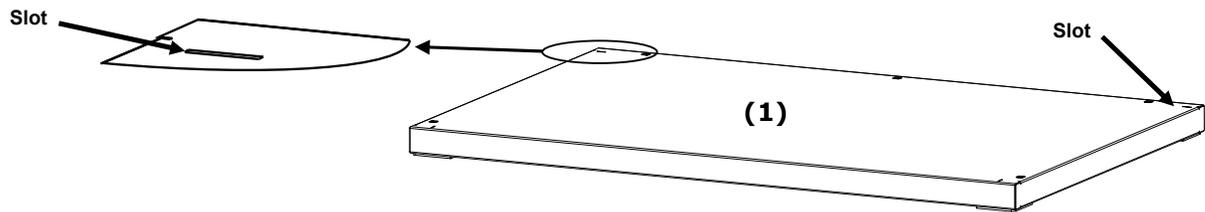

Figura 1. Pannello di base
1. Collocare il pannello di base (1) su una superficie piana e pulita. Vedere la Figura 1.